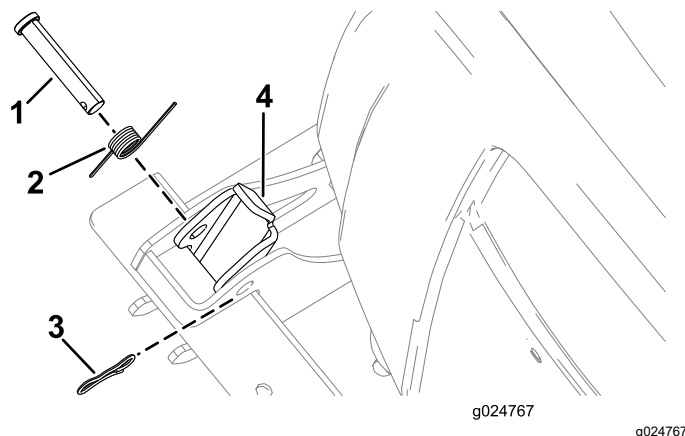

Bild 20
1. Nehmen Sie die Splint vom Lastösenbolzen ab (Bild 20).
2. Entfernen Sie die Lastösenbolzen und die Feder vom Riegel (Bild 20).